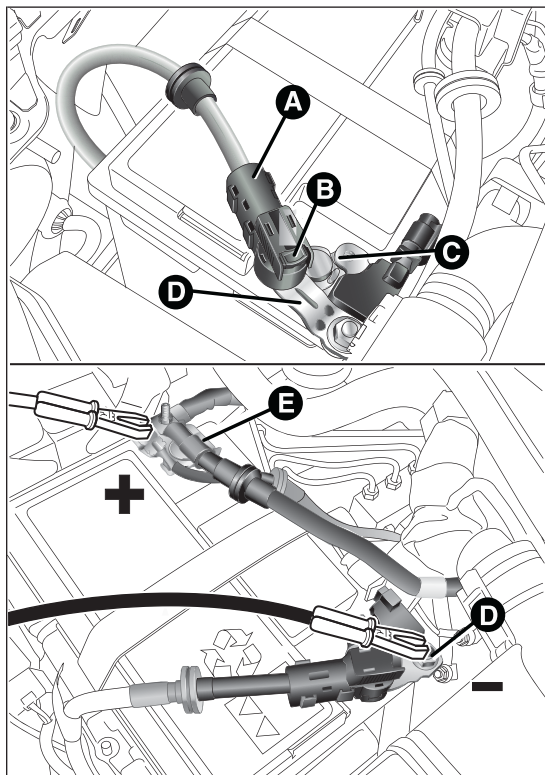

fig. 143
- ☐ desconectar el conector A fig. 143 (mediante la acción del botón B) del sensor C de control del estado de la batería instalado en el polo negativo D de la misma batería;
- ☐ después de desconectar el cargador, conectar el conector A fig. 143 al sensor C como en la figura.